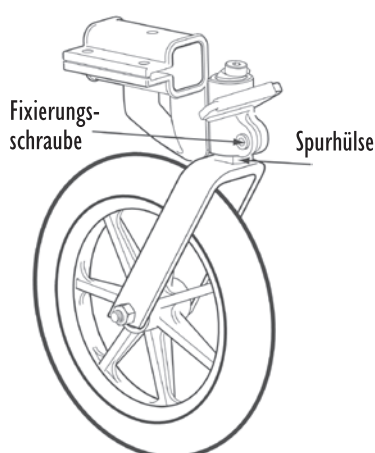

Abbildung 13
2. Lösen Sie die Fixierungsschraube der Spurhülse mittels des im Lieferumfang enthaltenen 5 mm Inbusschlüssels (s. Abbildung 13).
3. Drehen Sie mittels eines 25 mm Gabel-/Ringschlüssels an der Einstellschraube der Spurhülse, bis das Laufrad geradeaus zeigt (s. Abbildung 13).